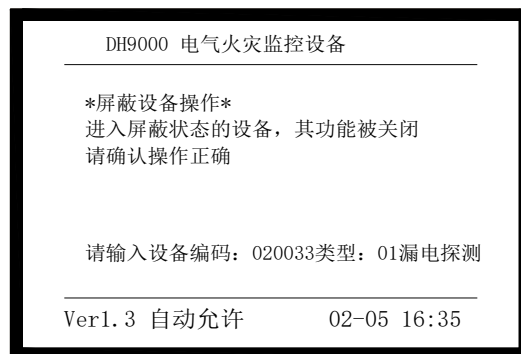

图 5-22
- ✧ 按“TAB”键，参照“附录二 设备类型表”，设备类型处输入“01”（如图 5-22）；